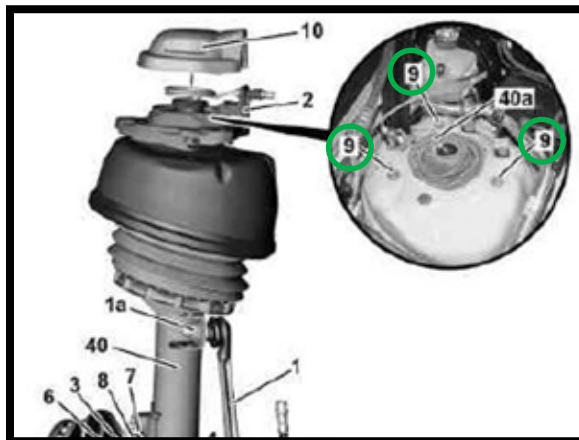

FIGURA 9 - #9
10. SVITARE E RIMUOVERE I BULLONI DI FISSAGGIO SUPERIORI DAL SUPPORTO AMMORTIZZATORE. (FIGURA 9 - #9)